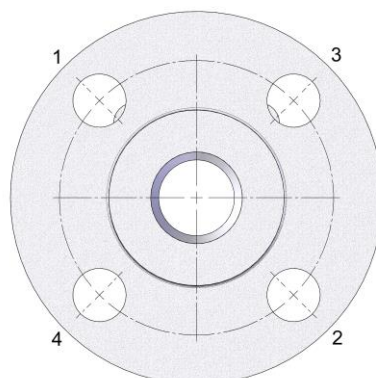

Figura 2 – Sequência de aperto dos parafusos Flange Classe 150.
A fixação da válvula na tubulação deve ser realizada apertando os parafusos em "X", conforme figura 2.
11. Reinstale a válvula na tubulação apertando os parafusos em "X" como mostra a "figura 2". Se possível troque as juntas de vedações dos flanges.